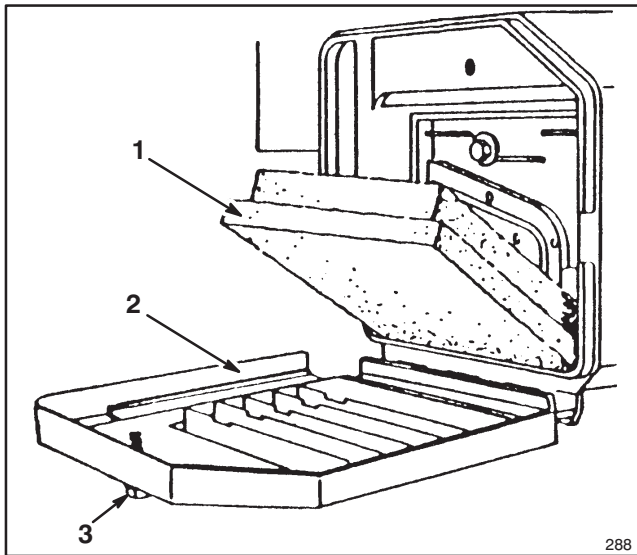

Abbildung 17
2. Drehknopf, mit dem Luftfilterdeckel am Motor befestigt ist, drehen, bis Deckel abgehoben werden kann. Deckel gründlich reinigen (Abb. 17).
3. Bei Verschmutzung des Schaumstoffeinsatzes dieses aus dem Luftfiltergehäuse entfernen. (Fig. 17). Gründlich reinigen.